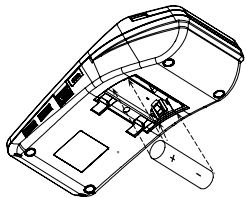

Рисунок 2. Установка аккумулятора
-  Установить аккумулятор в корпус ККТ, соблюдая его полярность (в отсеке для АКБ также нанесено обозначение полярности, рисунок 2).